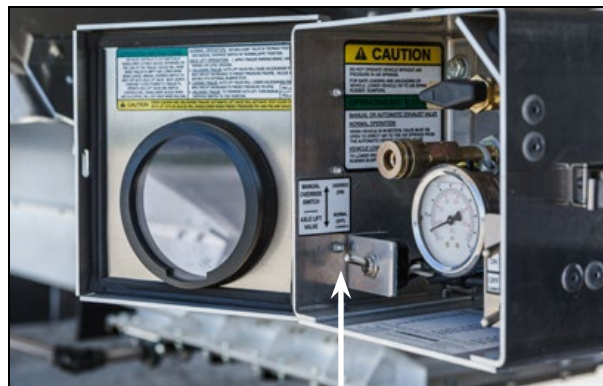

Figure 23 – Essieu relevable
Les essieux relevables sont commandés par l'ordinateur de l'ABS. La seule intervention possible par l'utilisateur est l'activation (ON) ou la désactivation (OFF) de la fonction de relevage à l'aide du commutateur électrique situé dans le boîtier du manomètre à air. Voir la Figure 23.